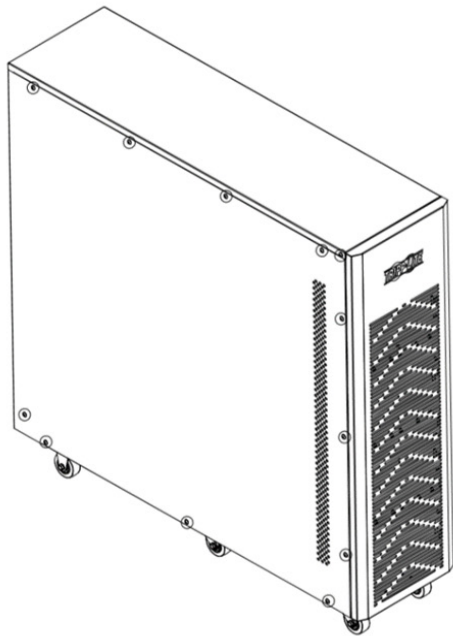

Figure 5-2A
1. Retirer toutes les vis encerclées (Figures 5-2A et 5-2B).